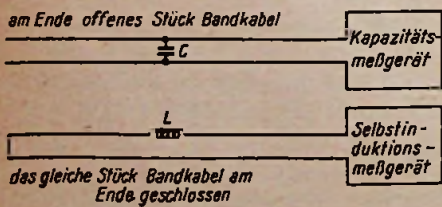

Bild 7. Schema der Messung von L und C bei Bandkabeln
Zur Berechnung solcher Filter geht man zweckmäßig von der Überlegung aus, wie die Impedanz von Bandkabel zustande kommt und wie sie gemessen wird. Formel (1) läßt erkennen, daß der Wert der Impedanz gleich der Wurzel aus dem Bruch ist, der die Selbstinduktion L der Leitungen des Kabels als Zähler und die Größe der Kapazität C zwischen beiden Leitungen als Nenner hat. Nach Bild 7 wird die Kapazität C zwischen den Leitern eines Stückes Bandkabel gemessen, wobei das vom Kapazitätsmeßgerät abgewandte Ende offen bleibt. Mit dem Selbstinduktionsmeßgerät wird L bei geschlossenem Ende gemessen. Es ist Sache der Hersteller, der Stärke der Leiter und ihren Abstand unter Berücksichtigung der Dielektrizitätskonstante des Isolators so zu bemessen, daß die geforderte Impedanz erreicht wird. Ihr Wert ist unabhängig von der Länge des jeweils verwendeten Kabels, weil die Werte von L und C mit der nach Formel (1) geforderten Proportionalität steigen oder fallen.
Der in Bild 7 zwischen die beiden Leitungen geschaltete Kondensator C läßt er-